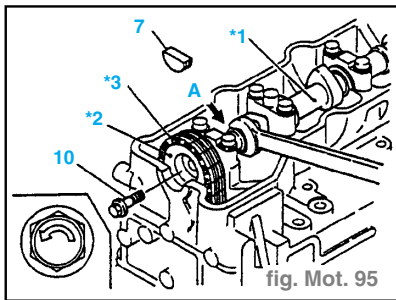

fig. Mot. 95
- Enlever la garniture avant 7. Enlever le boulon 10 et séparer la roue dentée d'arbre à cames \*2 de l'arbre à cames \*1. (fig. Mot. 95)